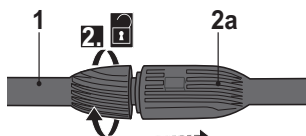

Fig. 6
> Pentru a detașa lancia cu presiune (1) împingeți-o înspre racordul lăncii (2a) (Fig. 6, pasul 1) și răsușiți-o în sens invers acelor ceasului pentru a o detașa (Fig. 6, pasul 2).